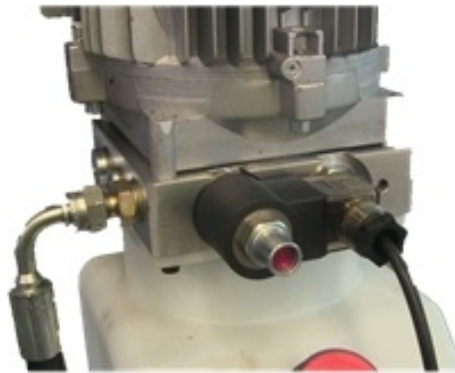

Рис. 18
- Повернуть селектор в основное (рабочее) положение. (рис.18)